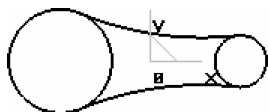

图 3-73 绘制相切圆弧
(2) 单击  按钮,在立即菜单中选择“两点_半径”方式,根据状态栏提示输入第一点,按空格键弹出“点工具”菜单,单击“切点”,分别拾取两圆上方的任意位置,按回车键,输入半径“250”,完成对第一条相切线的绘制。接着按照同样的方法拾取两圆下方的任意位置,输入半径“250”,作图结果如图 3-73 所示。